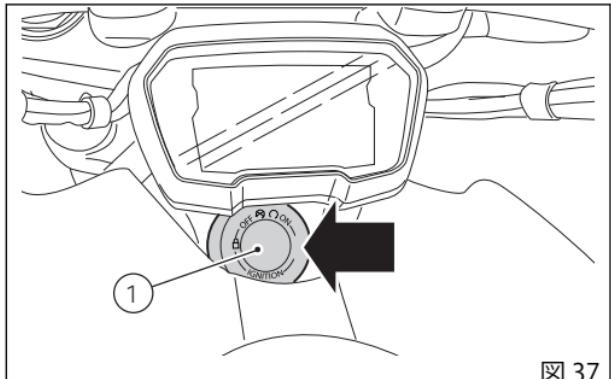
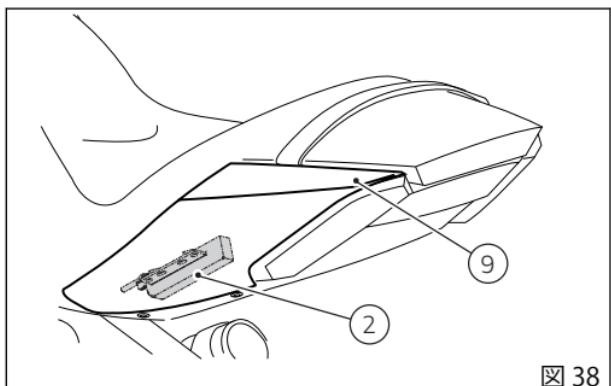
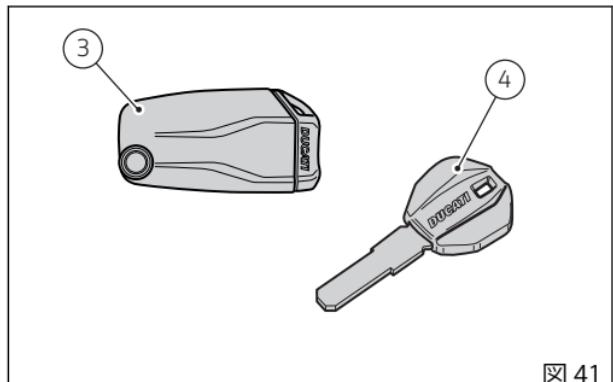
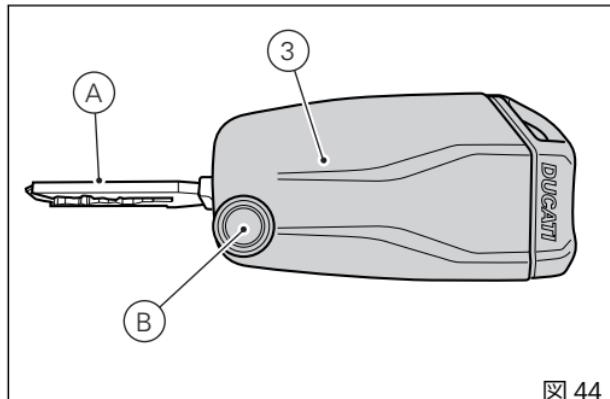

図 37
図 38
図 41
図 44
(図 37) は Hands Free ブロック (1) の位置を示し、(図 38) は左側テールガード (9) 下のアンテナ (2) の位置を示します。
Key-ONするには、アクティブキー(3、図44)があるときにハンドルバーのボタン(6)を押します。
Key-OFFするには、ハンドルバーのボタン(6)を押します。走行速度がゼロであればキー(3、図44)がなくてもKey-OFFが可能です。
Key-ONするには、アクティブキー(3、図44)があるときにHands Free ブロック(1、図37)のボタン(7)を押します。
Key-OFFするにはHands Free ブロック(1、図37)のボタン(7)を押します。キー(4、図41)がなくてもKey-OFFが可能です。
キー(3)とキー(4)がないときにKey-ONするには、Hands Free ブロック(1、図37)のボタン(7)を押し、ダッシュボードでPIN CODEを入力します。